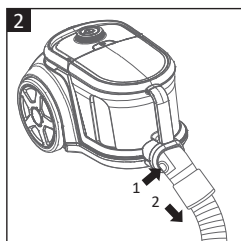

Fig. 2
- Apăsați butonul de eliberare de pe gâtul furtunului de aspirare (6) pentru a debloca și detașați furtunul de aspirator (**Fig. 2**).